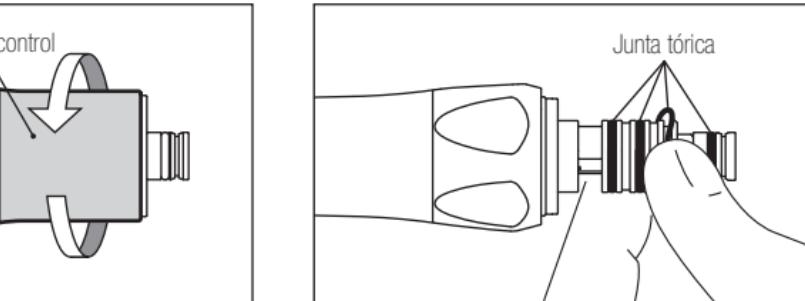

Fig. 11
2) Quite con suavidad cada una de las juntas tóricas con el pulgar.(Fig.11)